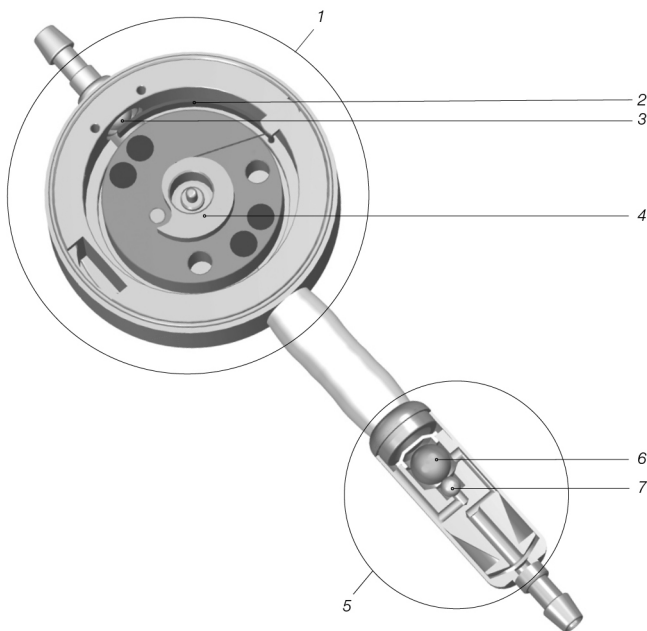

Fig. 1: proGAV 2.0 set i tværsnit
proGAV 2.0 er en ventil, der er fremstillet af titan. Den består af en justerbar differenstrykenhed (1) og en gravitationsenhed (5) (Abb. 1)..